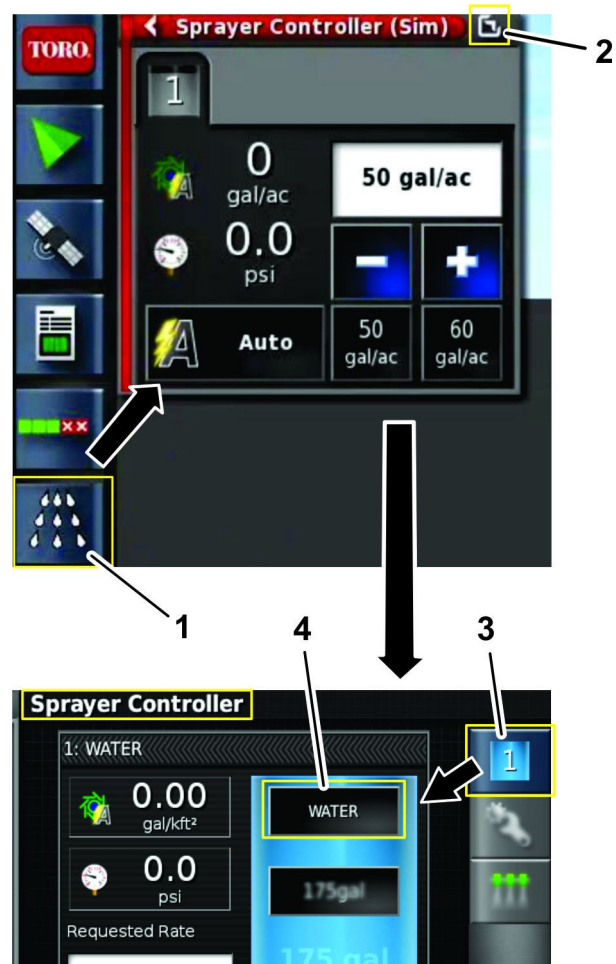

図 26
2. 散布コントローラのアイコンを選択してコントローラ画面を開く図 26。
3. ECU 1 アイコンを押す図 26。
4. 薬剤構成 アイコンを押す図 26。